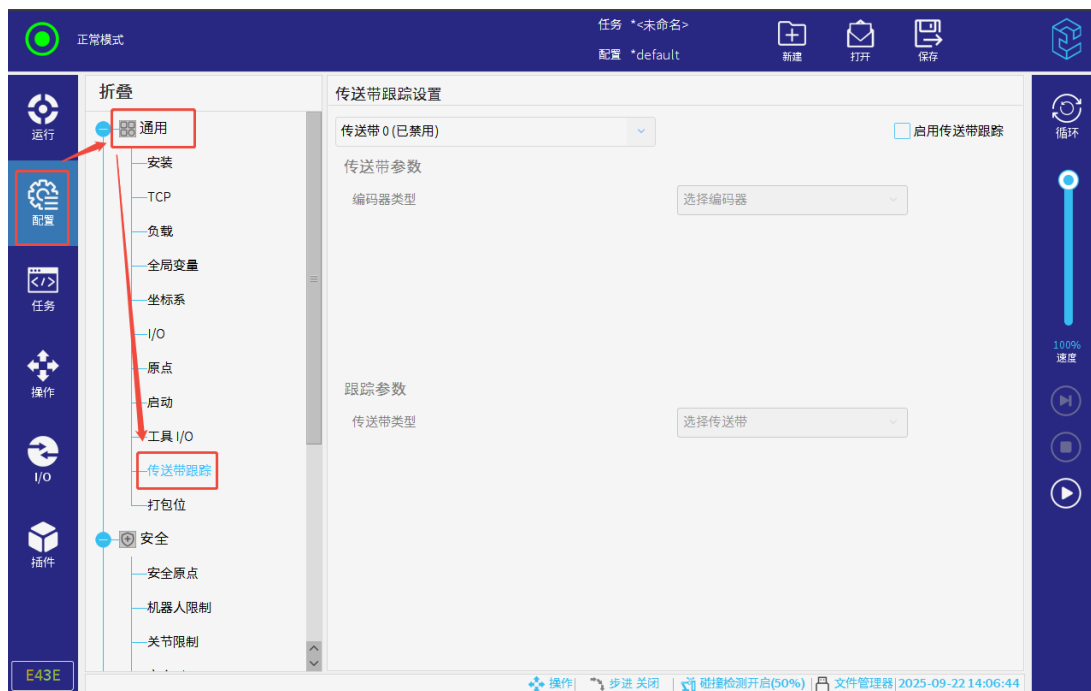

图 3-59: 传送带跟踪：绝对式
1. 点击“配置 > 通用 > 传送带跟踪”，进入“传送带跟踪设置”界面，如图 3-59 所示。